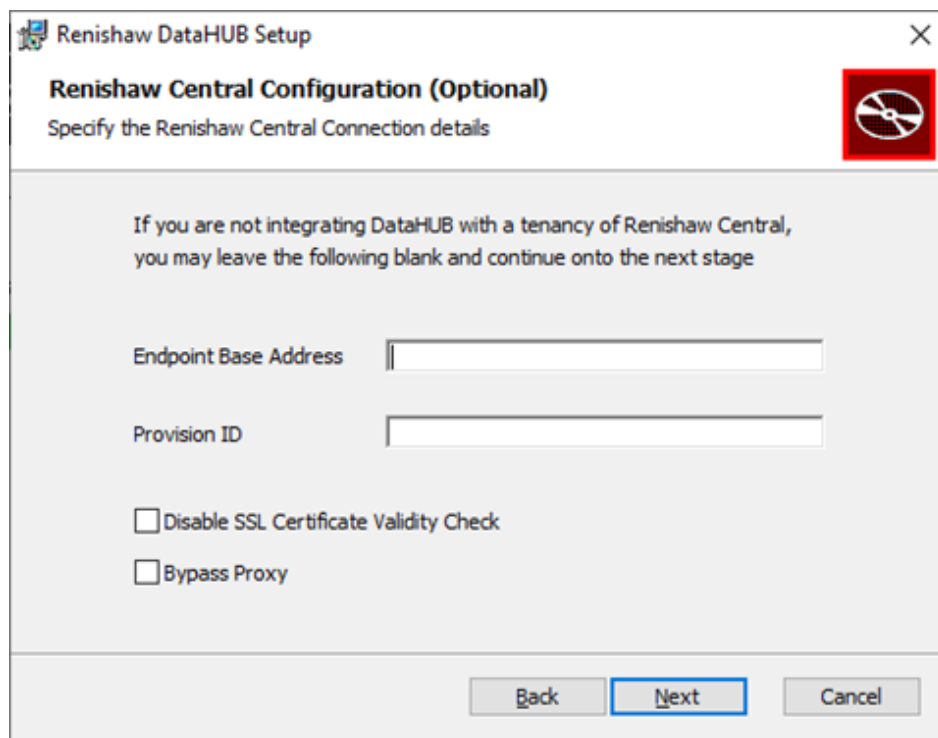

Figure 22 Configuration de Renishaw Central
10. Cliquez sur **Next** (Suivant). Si vous souhaitez intégrer DataHUB avec une *tenancy* (location) de Renishaw Central, vous devez fournir l'adresse du point de terminaison Renishaw Central et son ID de mise en service (voir la Figure 22). Consultez la section 9.1 pour plus de détails sur la signification de ces paramètres et sur leur emplacement. Si vous n'avez pas l'intention d'intégrer DataHUB à une « tenancy » de Renishaw Central, vous pouvez ignorer cette étape.